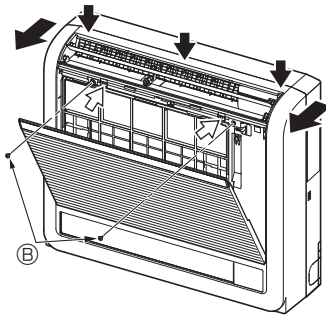

Fig. 3-3
- ① Prima as 2 posições indicadas pelas setas ➔ e abra a grelha frontal. (Fig. 3-3)
- ② Abra a grelha frontal e retire os dois parafusos.
- ③ Abra a palheta horizontal para a saída de ar superior, exerça pressão em três pontos do painel frontal e, de seguida, puxe a parte de cima da grelha, afastando a unidade interior.